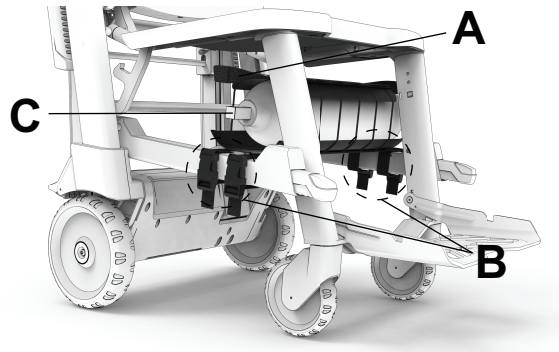

图 37 – 装上氧气瓶固定架
2. 将氧气瓶固定架 (A) 放在座椅板 (图 37) 。
3. 将所有四条约束带缠绕在下升降手柄管 (B) 上，并连接旁开扣 (图 37) 。
4. 将氧气瓶 (C) 滑入固定架 (图 37) 。